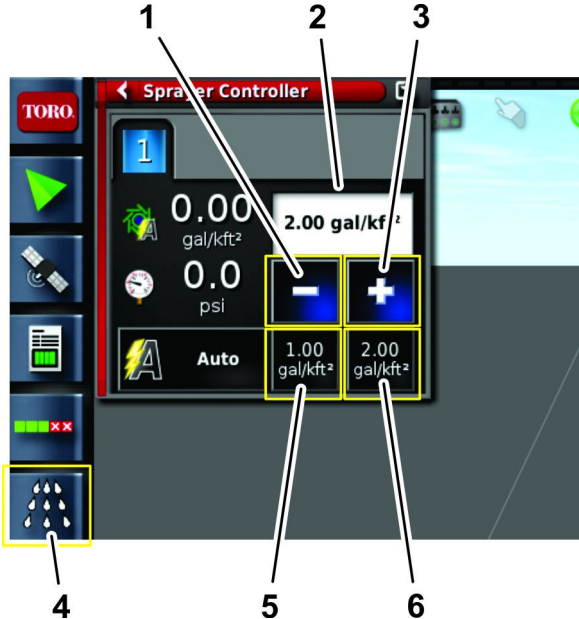

图 98
3. 使用预设值增加或减少图标或选择最新目标喷洒率图标输入所需的喷洒率图 98。